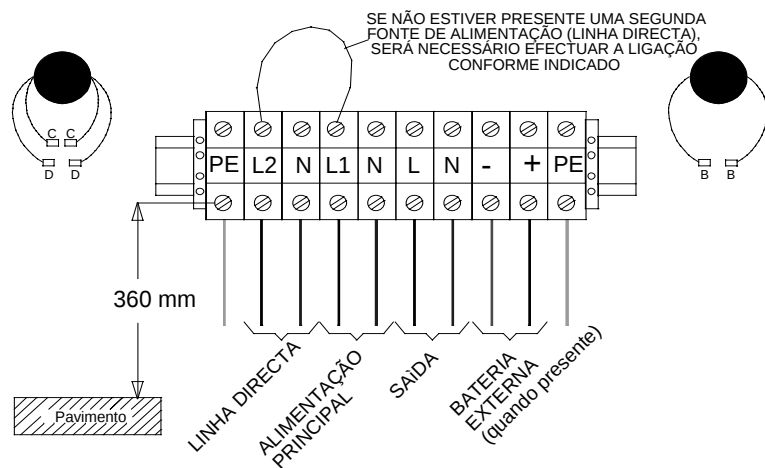
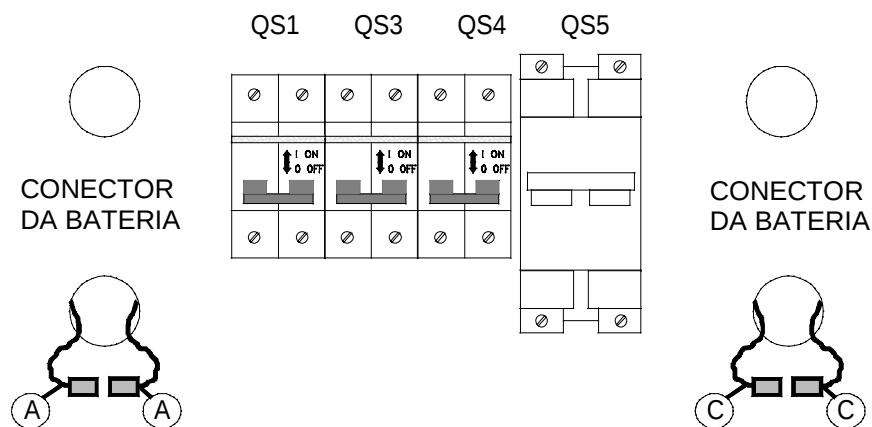

Figura 26
Figura 30 - Órgãos de seccionamento – UPS 8 ÷ 12kVA
- c) verificar se os interruptores das “cargas” estão na posição aberta **OFF (0)**;
- d) verificar se os interruptores do UPS **QS1, QS2, QS3, QS4, QS5** e das **baterias exteriores eventualmente existentes** estão na posição aberta **OFF (0)**;
- e) verificar a ligação dos conectores da bateria, ligando o conector **A** ao outro conector **A**, e o conector **C** ao outro conector **C** (ver a figura 30 para o UPS de 8 a 12 kVA e as figura 26 para o UPS de 15 a 20 kVA).
- f) Colocar o interruptor da bateria **QS5** na posição (I) **ON**.